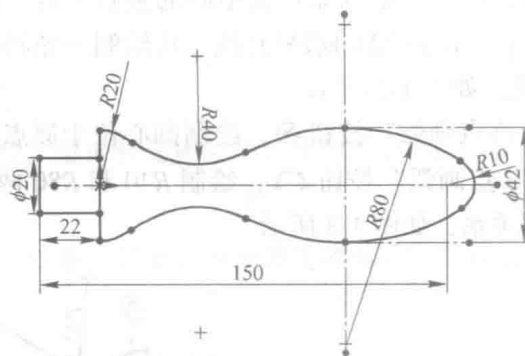

图 1-7 草图 1
(6) 单击“中心线”按钮，过上下 $R80$ 两段圆弧的圆心绘制一条竖直中心线，并分别以竖直中心线与上下 $R80$ 两段圆弧的两个交点为左端点绘制两条水平中心线，其间距设为 42，完成如图 1-7 所示的草图 1。